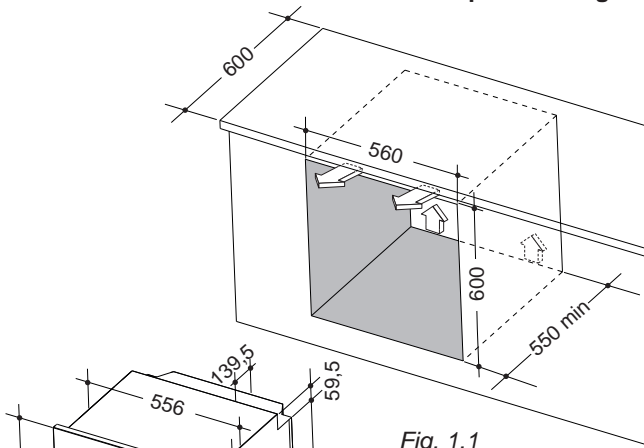

Fig. 1.1
- Per l'installazione è necessario creare un vano come illustrato nelle figure 1.1 e 1.2. La base del forno deve essere fatta appoggiare su dei supporti resistenti al peso.
È molto importante assicurare la necessaria ventilazione interna, creando dei canali di aerazione come illustrato nelle figure 1.1, 1.2, 1.3 e 1.4.